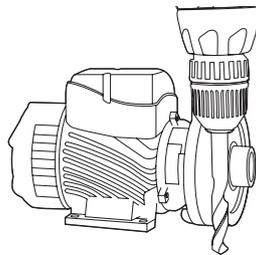

Figura 2.
2. Realiza las dos perforaciones e introduce dos taquetes (ver Figura 2).